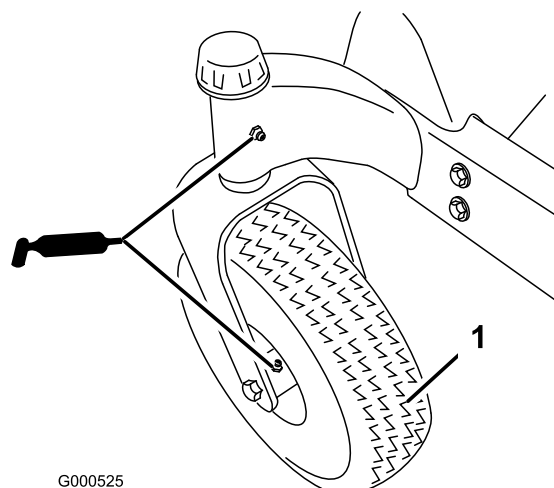
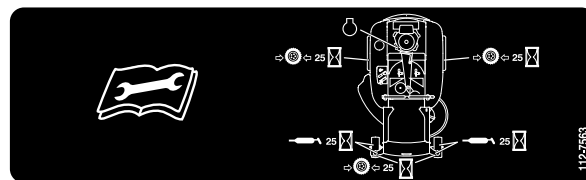

Figure 30
Figure 31
Graissez le pivot des roues pivotantes et les roues (Figure 30).
3. Nettoyez les graisseurs (Figure 30 et Figure 31) à l'aide d'un chiffon. Grattez la peinture qui pourrait se trouver sur les graisseurs.
4. Raccordez une pompe à graisse à chaque graisseur (Figure 30 et Figure 31). Injectez de la graisse dans les graisseurs jusqu'à ce qu'elle commence à sortir des roulements.